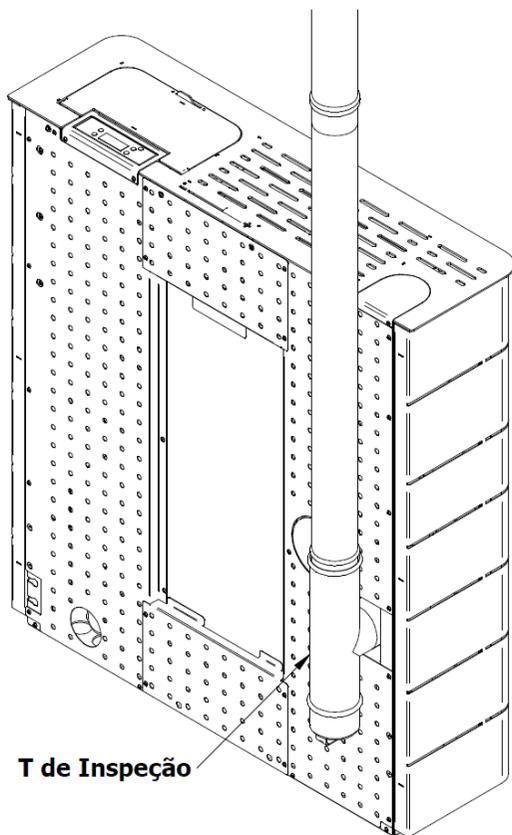

Figura 11 – Exemplo de instalação de um T de inspeção
- Conforme indicado na figura 11, a conduta de exaustão deve ser realizada de modo a que a limpeza e a manutenção sejam asseguradas pela inserção dos pontos de inspeção.